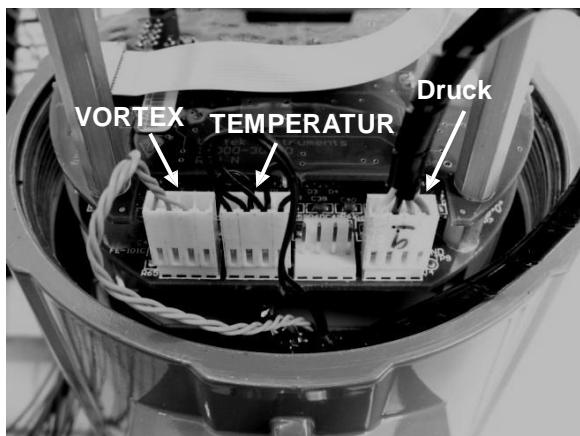

Рисунок 5-1. Электрические присоединения сенсоров к контактной группе модуля электроники
3. Следуя предписаниям по технике безопасности ESD (электростатический разряд) и правилам эксплуатации в опасных зонах, снимите крышку на корпусе модуля электроники. Отключите датчик вихреобразования от модуля электроники или платы питания от удаленного источника напряжения. Смотрите рисунок 5-1 или 5-2. Замерьте сопротивление от каждого внешнего вывода до заземления расходомера – все выводы должны быть в разомкнутом состоянии. Замерьте сопротивление от центрального вывода до заземления расходомера – вывод должен быть заземлен на расходомер.
3. Следуя предписаниям по технике безопасности ESD (электростатический разряд) и правилам эксплуатации в опасных зонах, снимите крышку на корпусе модуля электроники. Отключите датчик температуры от модуля электроники или платы питания от удаленного источника напряжения. Смотрите рисунок 5-1 или 5-2. Замерьте сопротивление на внешних выводах разъема датчика температуры. Оно должно быть примерно 1080 Ом при комнатной температуре (чем выше температура, тем выше значение сопротивления).
2. Следуя предписаниям по технике безопасности ESD (электростатический разряд) и правилам эксплуатации в опасных зонах, снимите крышку на корпусе модуля электроники. Отключите датчик давления от модуля электроники или платы питания от удаленного источника напряжения. Смотрите рисунок 5-1 или 5-2. Замерьте сопротивление на внешних выводах, а затем на внутренних выводах разъема датчика давления. Значение сопротивления в обоих случаях должно быть примерно 4000 Ом.